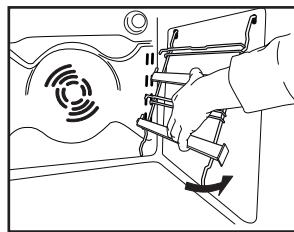

Fig. 4
4. Replacez les grilles de support latérales dans la cavité (Fig. 4).